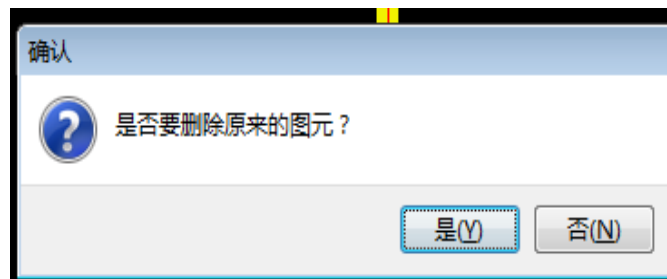
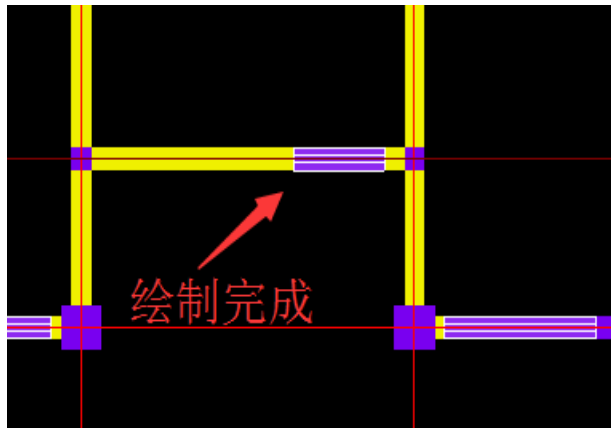

图 2-15 “是否要删除原来的图元”提示框
图 2-16 绘制完成
③ 当单击确定镜像线第二个点后，软件会弹出“是否要删除原来的图元”的确认提示框，根据工程实际需要单击“是”或“否”按钮，则所选构件图元将会按该基准线镜像到目标位置，如图 2-15、图 2-16 所示。